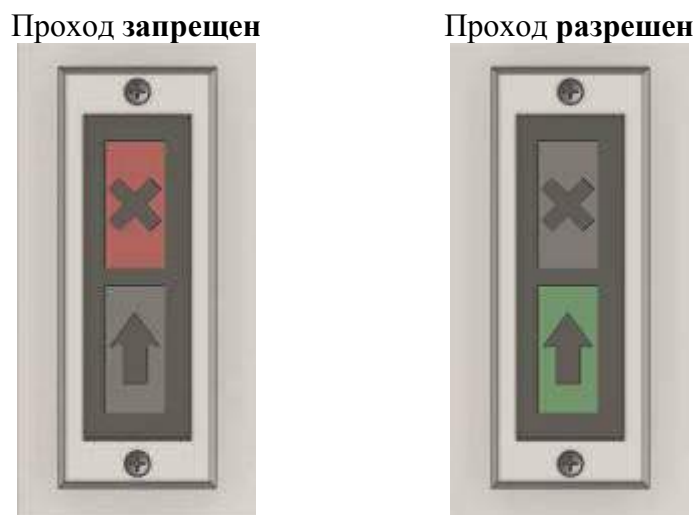

Рис. 7 - Отображения статуса турникета на индикации
**1.4.2.3.** С момента начала поворота ротора на табло индикации высвечивается индикация (см.рисунок 7) красного цвета (горит «><»).